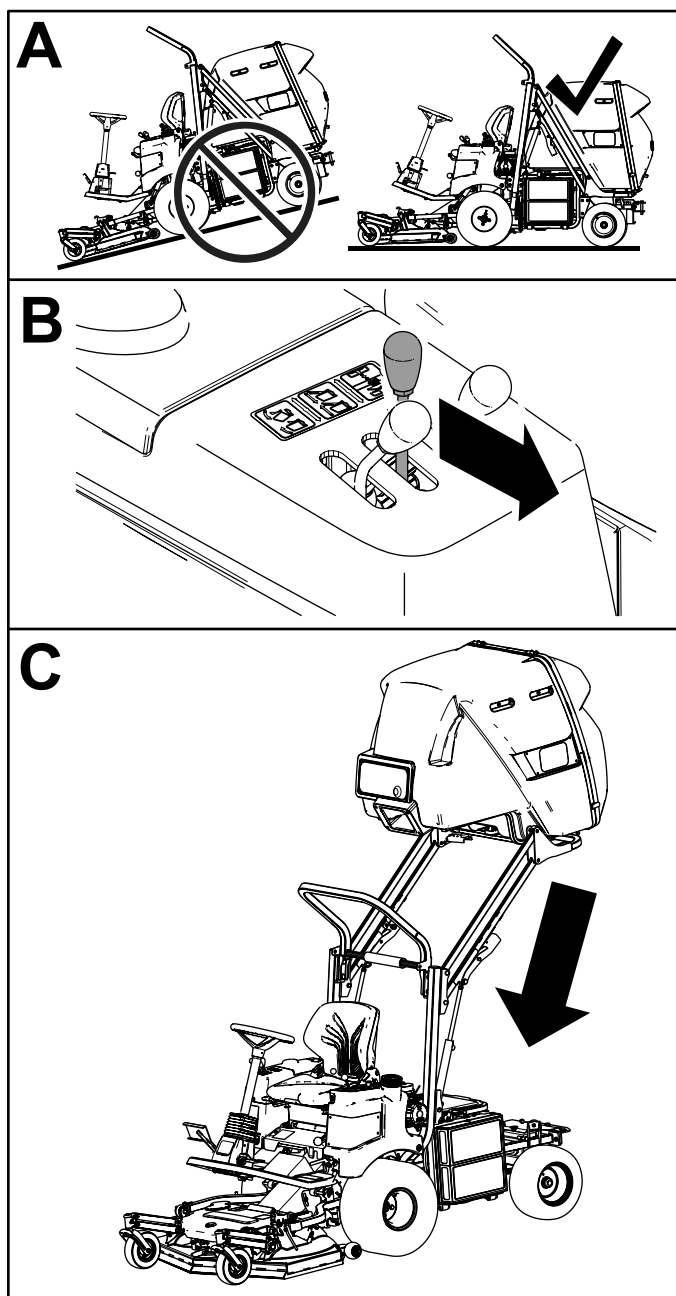

図 24
2. ホッパー昇降レバーを押すとホッパーが下降します 図 24。